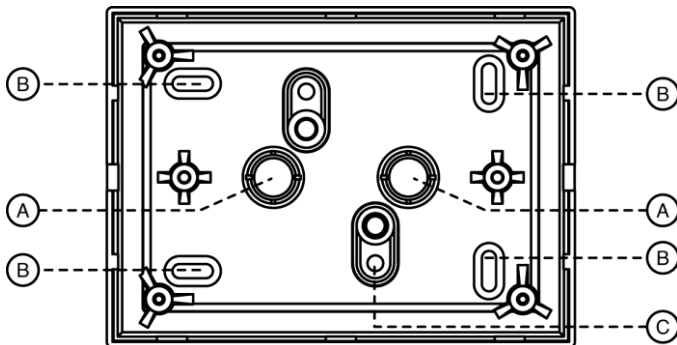

Figura 9 – Scatola da parete per tastiera
1. Aprire uno o entrambi i passaggi dei cavi presenti (figura 9, A).
2. Posizionare la scatola da parete e segnare i fori di fissaggio (figura 9, B) e il foro per il tamper antistrappo (figura 9, C).